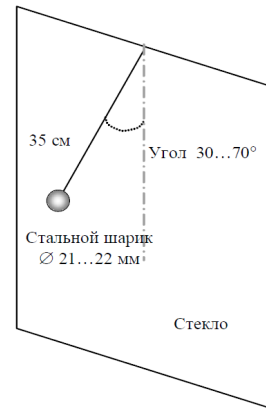

Рисунок 4
- нанесите в наиболее удаленной части контролируемого стеклянного листа неразрушающий удар испытательным шариком диаметром 21...22 мм, подвешенным на нити длиной 35 см, как показано на рис. 4 (рекомендуемые значения угла отклонения нити подвеса шарика в зависимости от толщины и типа стекла приведены в табл. 1, для стеклоблоков угол отклонения нити 45°);